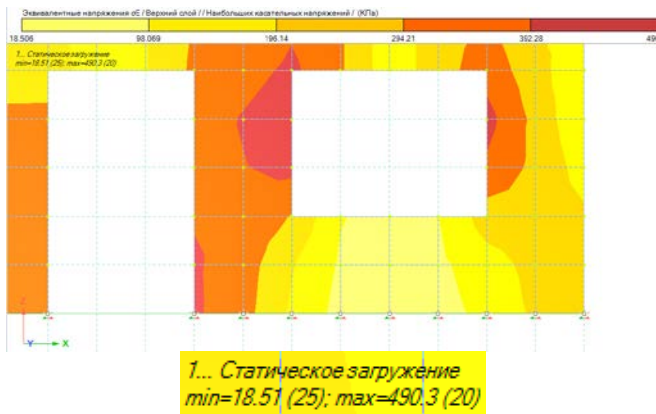

Рис. 109. Изополя эквивалентных напряжений
- Выведите на экран изополя эквивалентных напряжений  (рис. 109).